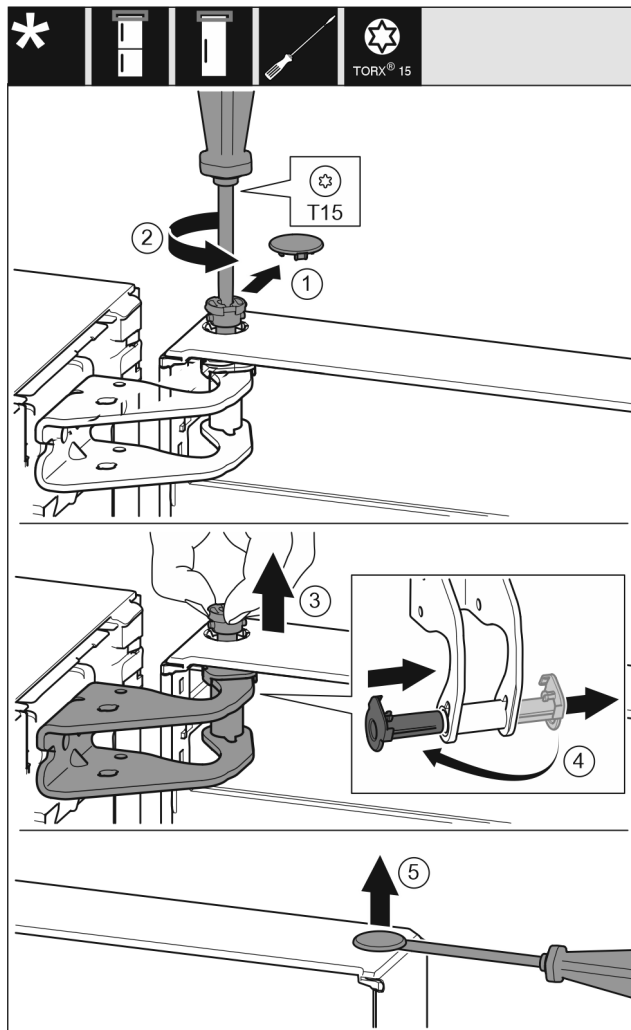

Fig. 7
- ▶ Sicherungsabdeckung vorsichtig abziehen. Fig. 7 (1)
- ▶ Bolzen mit Schraubendreher T15 ein Stück herausdrehen. Fig. 7 (2)
- ▶ Tür festhalten und Bolzen mit den Fingern herausziehen. Fig. 7 (3)
- ▶ Lagerbuchse aus Führung ziehen. Von der anderen Seite einsetzen und einrasten. Fig. 7 (4)
- ▶ Stopfen aus der Türlagerbuchse vorsichtig mit einem Schlitzschraubendreher anheben und herausziehen. Fig. 7 (5)